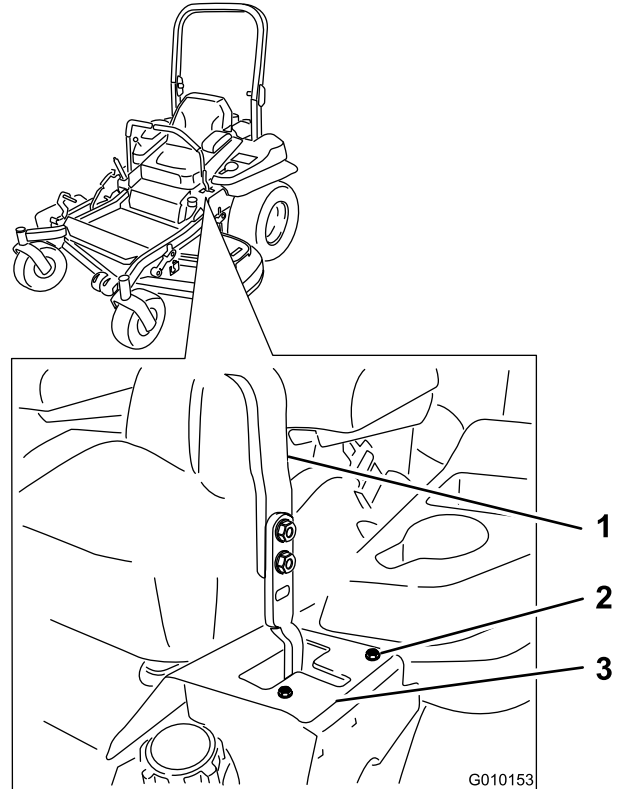

Figura 60
- Si se desvía hacia la derecha, afloje los pernos y ajuste la chapa del tope izquierdo hacia atrás en la ranura en T de la izquierda hasta que la máquina avance en línea recta (Figura 60).
- Si se desvía hacia la izquierda, afloje los pernos y ajuste la chapa del tope derecho hacia atrás en la ranura en T de la derecha hasta que la máquina avance en línea recta (Figura 60).
6. Apriete la chapa del tope (Figura 60).